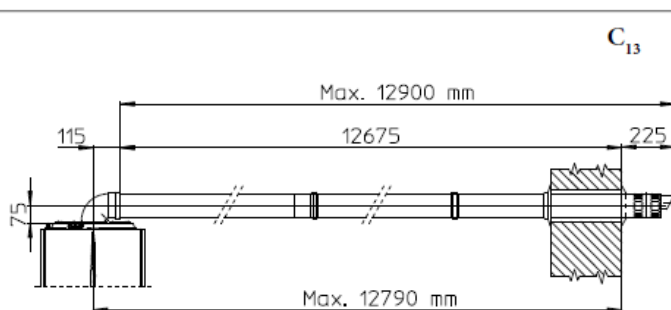

Fig. 1-17
- Prelungitoare pentru kitul orizontal cu \varnothing 60/100 (Fig. 1-17). Cu ajutorul acestei configurații, kitul orizontal poate fi prelungit până la o lungime max. de 12,9 m orizontal, inclusiv terminalul cu grilaj; este exclus cotul concentric aflat la ieșirea din centrală. Această configurație corespunde unui factor de rezistență egal cu 100. În acest caz trebuie să solicitați prelungitoarele adecvate.